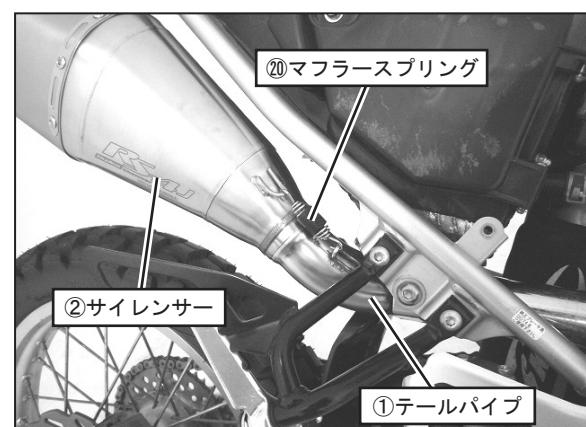

FIG. 10
7. ⑯マフラー弹簧をスプリング取付工具を使用して取り付けて下さい。（FIG. 10参照）